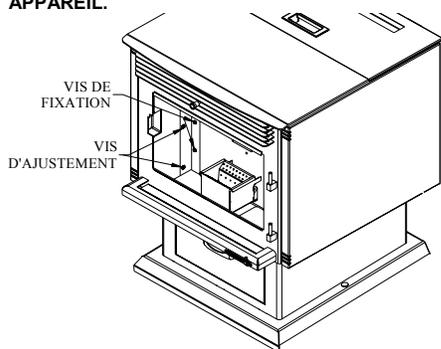
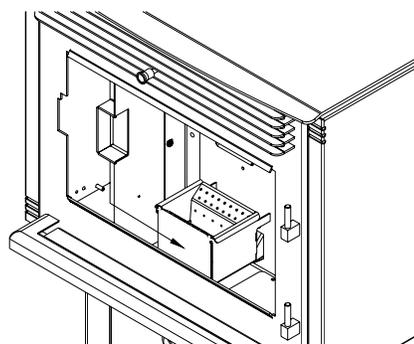
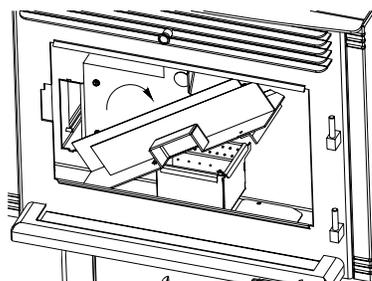
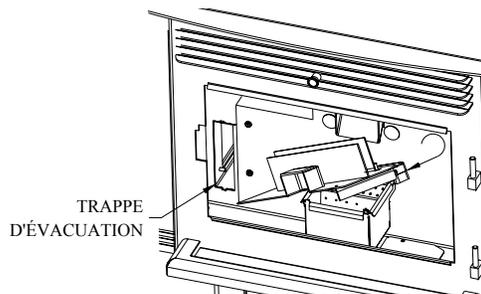

Figure 47
Figure 48
Figure 49
Figure 50
- Parois de la chambre à combustion** : De façon périodique, il est important de nettoyer les cendres qui peuvent s'être accumulées derrière les parois de la chambre à combustion. Commencez par enlever les panneaux d'imitation de maçonnerie, lesquels sont simplement tenus en place par des clips. Nettoyez les parois et enlevez les cendres à l'aide d'un aspirateur. Vous remarquerez une trappe d'accès rectangulaire située à l'arrière de la paroi gauche. Retirez le panneau à l'aide d'un tournevis. Desserrez les vis d'ajustement et ensuite retirez les vis de fixation (Figure 47). Glissez le mur vers la droite (Figure 48), Basculez (Figure 49) et retirez-le de la chambre à combustion. À l'aide de l'embout d'aspirateur, nettoyez la trappe d'évacuation (Figure 50). **RÉPÉTEZ CETTE OPÉRATION DE NETTOYAGE AU MOINS UNE FOIS PAR TONNE DE GRANULES BRÛLÉES, ET CE JUSQU'À CE QUE VOUS SOYEZ FAMILIER AVEC LE NIVEAU D'ACCUMULATION DES CENDRES DANS VOTRE APPAREIL.**